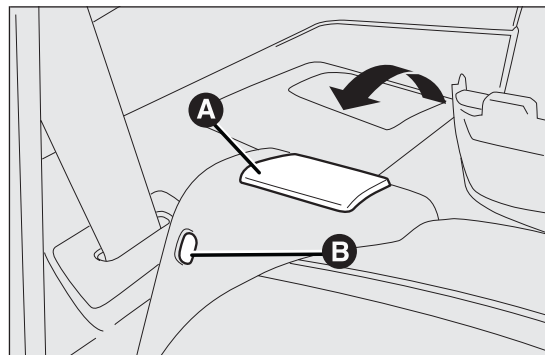

fig. 74
- para versiones con asiento doble partido: levantar la palanca A fig. 74 de retención del respaldo y abatirlo hacia adelante, para obtener un compartimento de carga uniforme. El levantamiento de la palanca se confirma con una "banda roja" B fig. 74;